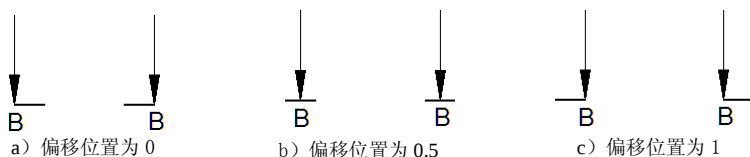

图 4.5.5 偏置箭头
- ☑ **偏置箭头(O)**: 用于定义箭头的偏移位置, 仅在选中 **移近(N)** 选项时有效。图 4.5.5 所示显示了不同位置值的效果。